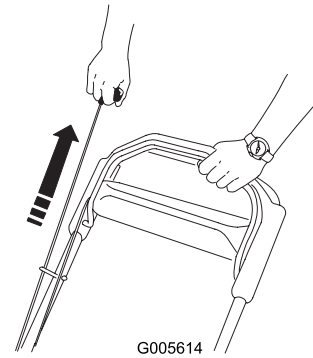

Figure 18
3. Mettez le moteur en marche à l'aide du lanceur (Figure 18).